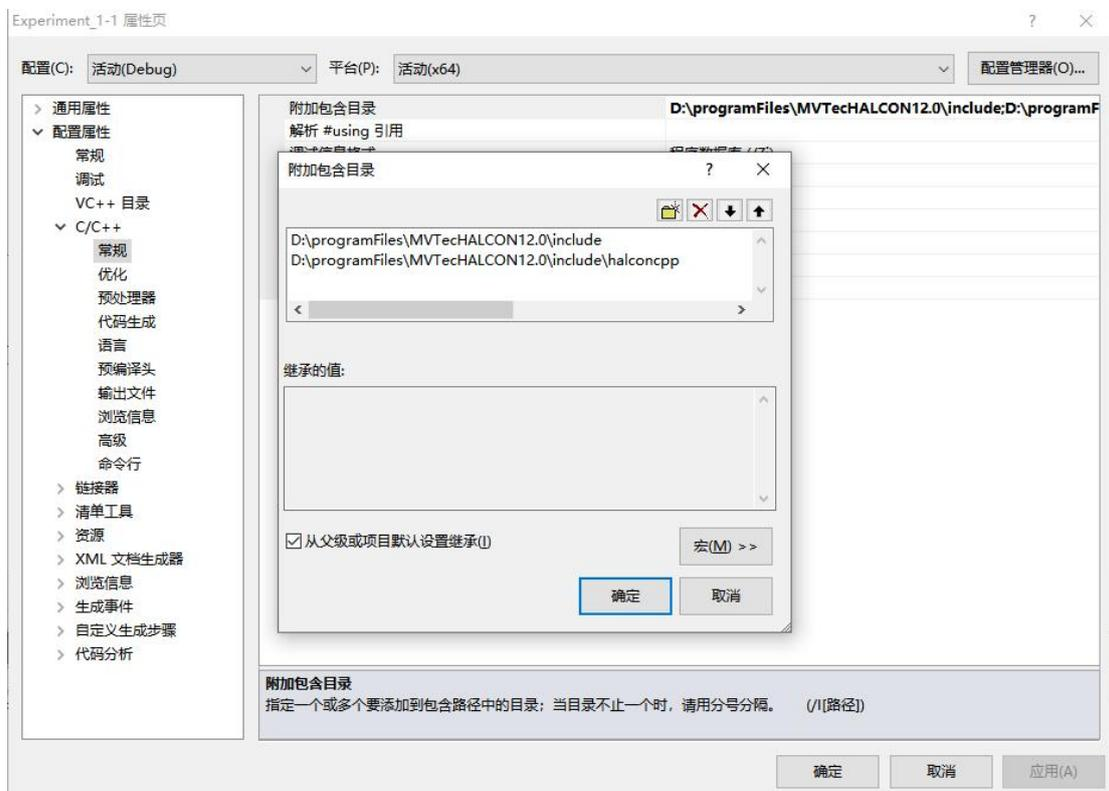

图 1-29 包含 halcon 相关头文件
③ 将 Halcon 相关路径导入到工程，在解决方案中右击，选择属性——配置属性——C++——常规——附加包含目录，包含 halcon 相关头文件。如图 1-29 所示。